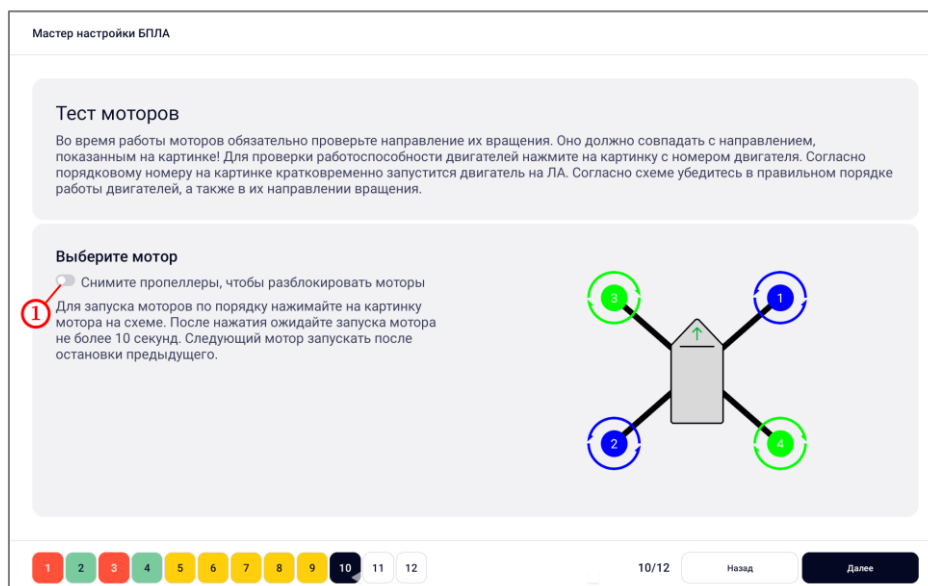

Рисунок 18
- на экране шага 10 нажать на тумблер (рисунок 18, шаг 1);